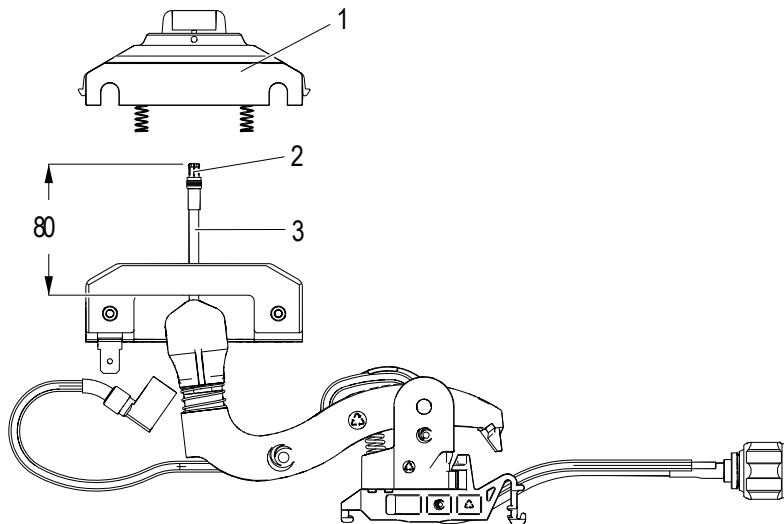

Abb. 174: Abnehmergehäuse (1) von der Datenleitung (HF-Leitung) (3) abziehen
- Das Abnehmergehäuse (1) vom Stecker (2) der Datenleitung (HF-Leitung) (3) abziehen. Die Datenleitung (HF-Leitung) muss ca. 80 mm aus dem Gelenk hervorstecken (siehe Abb. 174).